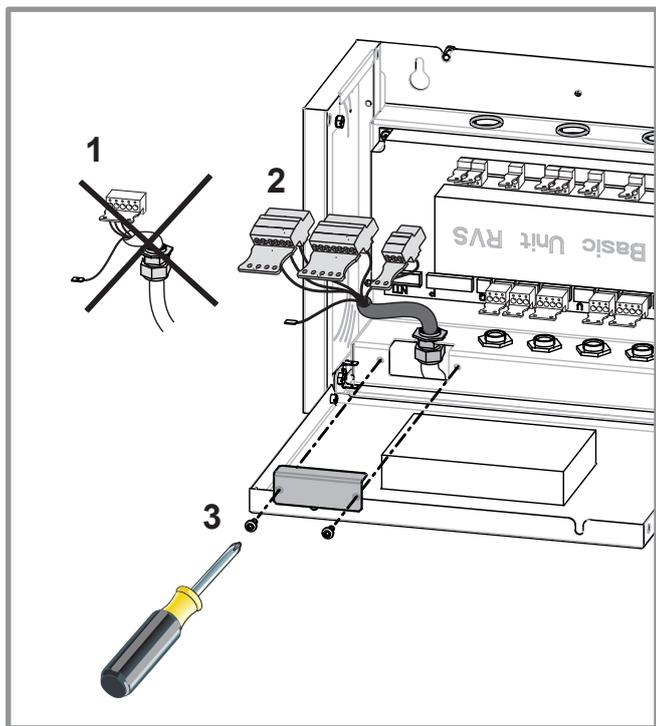

figure 18 - Passage des connecteurs et fixation plaquette
- Insérer les connecteurs régulation du faisceau ControlBox dans l'orifice prévu à cet effet figure 18, (rep. 2).